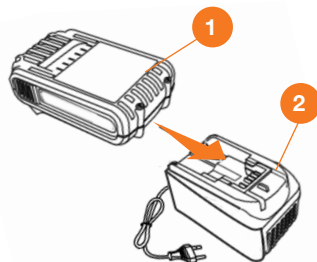

Рис. 22
- Подключите аккумулятор 1 к зарядному устройству 2. Индикатор на зарядном устройстве загорится красным светом, и начнется процесс зарядки (Рис. 22).